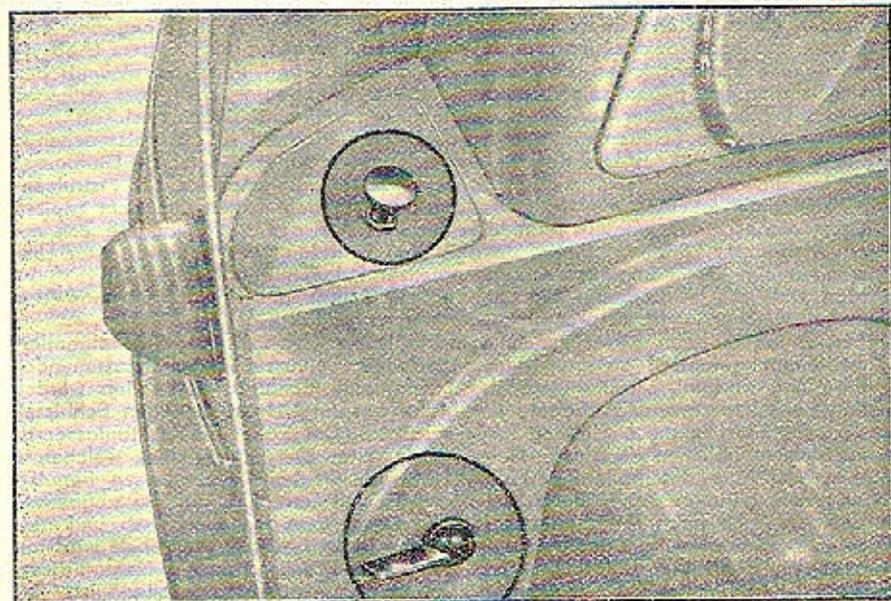

Abb. 12. Betätigung der Sättungseinrichtung
- Man öffnet den Kraftstoffhahn durch Drehen des Hebelchens nach unten, beim Starten eines kalten Motors öffnet man noch die Sattungseinrichtung des Vergasers und zwar so, dass man den ausragenden Druckknopf des Satters (Abb. 12) nach links umdreht, dann zieht man ihn ganz aus und durch Rechtsumdrehen sichert man ihn gegen seine Zurückschiebung. Unmittelbar nach dem Anlassen wird seine Lage wieder durch Linksumdrehen und Hineinschieben gesichert.